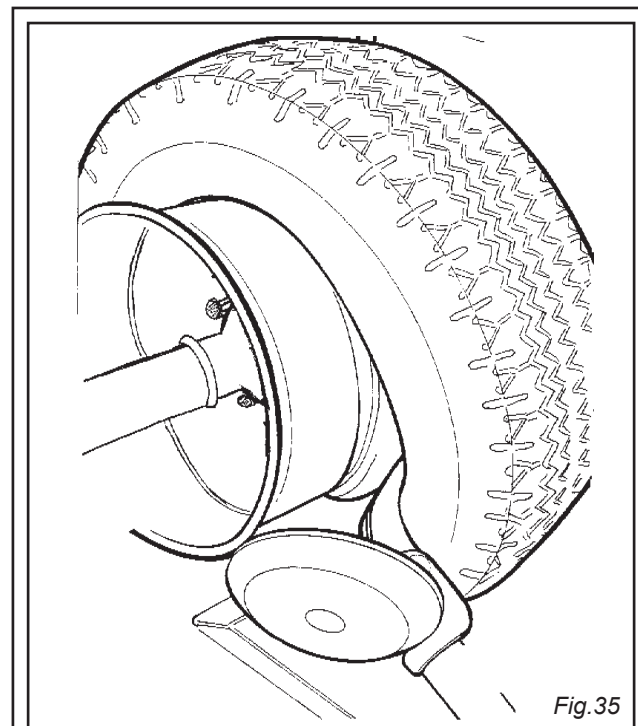

Fig.35
8) Das Werkzeug vorrücken, bis wann sein roter Referenzpunkt 5 mm. von Felge mit dem Felgenaußenrand ausgerichtet wird. (vgl. Abb. 35).
14) Die Schiebebühne (10) unter das Rad bringen und das Spannfutter senken, bis wann der Reifen die Schiebebühne berührt. Die Schiebebühne nach außen verlegen, um Platz zwischen Reifen und Felge zur Schlauch Einfügung zu schaffen.